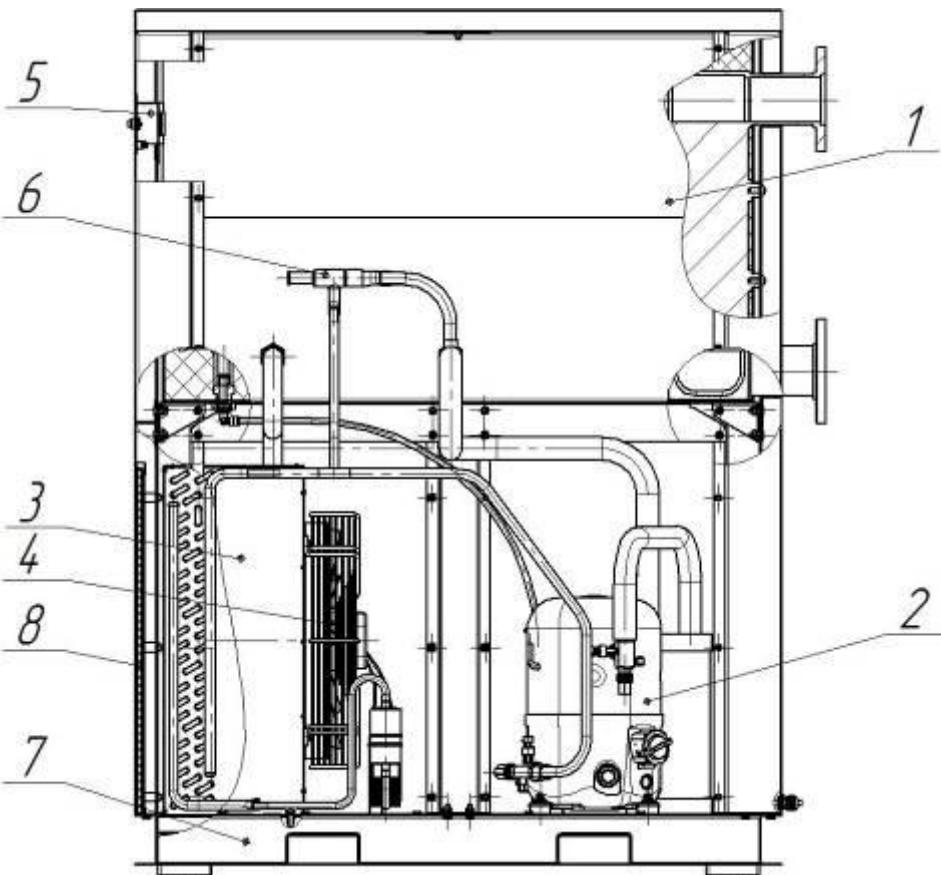

Рисунок 3 – Осушитель сжатого воздуха
4.1.9 Кожух осушителя, так же как и платформа 8 (рис. 3) выполнен из листового гнутого профиля.